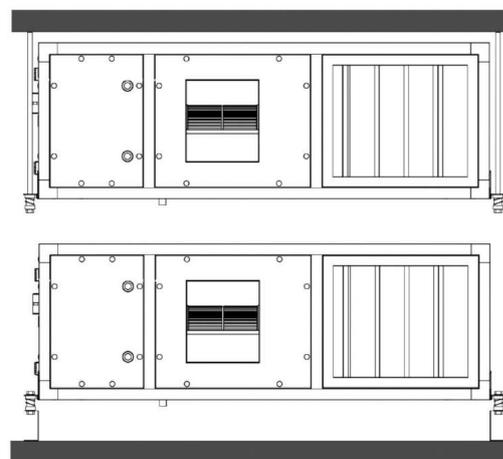

Fig. 1
- Posizionare l'unità su di una struttura solida adeguata al peso della macchina; interporre sempre opportuni sistemi flessibili e smorzanti tra unità e struttura di supporto (si veda fig. 1). Evitare le connessioni rigide, fonte di trasmissione meccanica delle vibrazioni.
- *Place the unit over a solid support structure, suited to unit weight; always interpose proper anti-vibration devices between the unit and the supports (see fig. 1).*